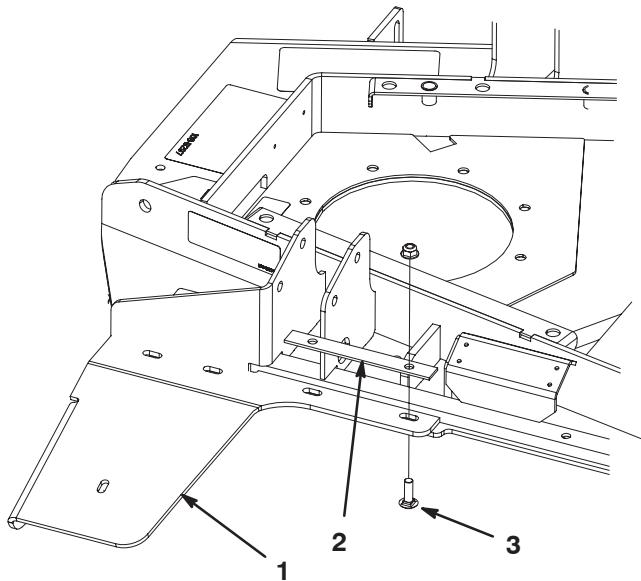

Figura 1
- Monte el deflector de caucho en la esquina izquierda trasera de la unidad de corte con una pletina de sujeción, 2 pernos de cuello cuadrado de 5/16 x 1 pulg. y 2 tuercas con arandela prensada. Posicione el deflector según muestra la figura 1.